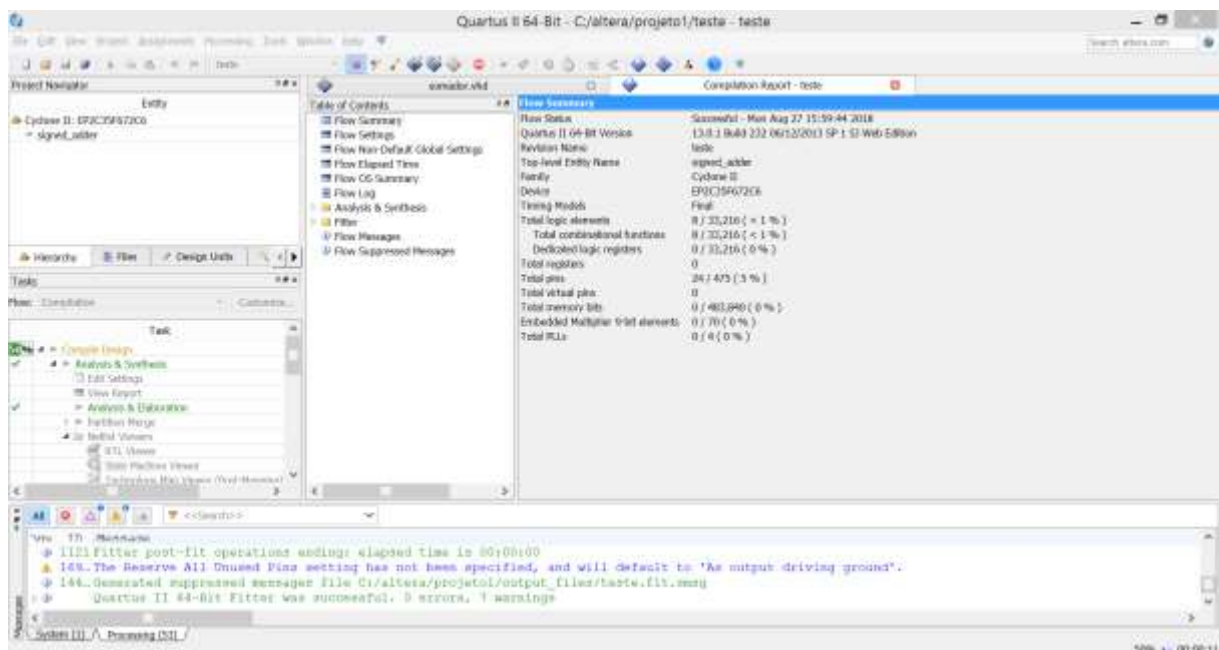

Figura 12 - Tela de processo da compilação
- Compile o projeto. Para isso clique em **Processing -> Start Compilation**, ou clique no ícone de compilação na janela principal. Esse processo é bastante complexo e pode demorar vários segundos para ser concluído. Na janela de status é possível acompanhar a evolução de cada uma das etapas de compilação (Figura 12).